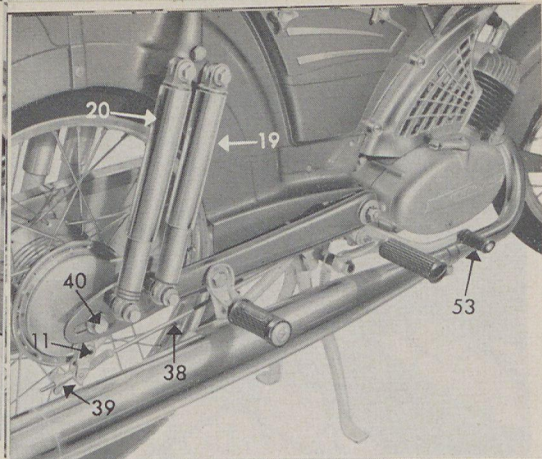
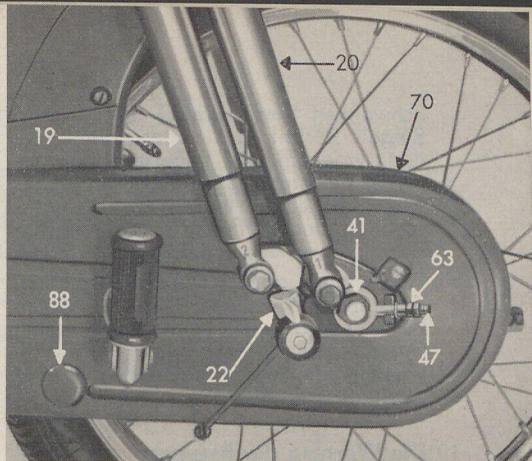

Bild 10
Bild 11
7. Der Aus- und Einbau des Hinterrades (Bild 10)
- b) Lösen der Verbindung zwischen Bremshebel und Gestänge 38 durch Losschrauben der Flügelmutter 39 (Bild 10) und Zurückziehen der Verbindungslasche
- c) Lösen der Steckachse 40 (Bild 10) auf der rechten Fahrzeugseite
Nach erfolgtem Zusammenbau muß die Steckachse 40 wieder fest angezogen werden. Die Mutter 11 (Bild 10), welche den Bremshebel fixiert, darf nicht gelöst werden.
Zum Nachstellen der Kette müssen die Steckachse 40 (Bild 10), die Kettenflanschnutter 41 (Bild 11) und die Kettenspannmutter bzw. Kontermutter 63 am Kettenspanner 47 (Bild 11) gelöst werden.
Die Kette wird nun durch Rechtsdrehen der vorderen Kettenspannmutter 63 (Bild 11) gespannt, bis der richtige Durchhang (ca. 1 cm) erreicht ist. Nach beendeter Einstellung sind die Kettenspannmutter bzw. Kontermutter 63 wieder zu kontern sowie Mutter 41 (Bild 11) und Steckachse 40 wieder fest anzuziehen.
Im Kettenkasten ist ein mit einem Gummistopfen 88 verschlossenes Schauloch angebracht. Es dient zum Nachprüfen der Kettenspannung (s. Bild 11).
Schwenken des rechten und linken Riegels 22 (Bild 11) abgeschaltet werden, wodurch die Federung bei geringer Belastung (Solo-Betrieb) weicher wird. Für Sozius-Betrieb ist das Einschalten des 2. Federbeinpaars notwendig.
Fahrzeuge ohne Durchstiegrahmen, d. h. mit Sportrahmen, sind mit einem Federbeinpaar 20 und mit einem hydraulischen Dämpferpaar 19 (Bild 10) versehen. Hier erübrigt sich jede Bedienung und Wartung.
Zur Wartung der **Hinterradbremse** gehört das Abschmieren des Fußbremshebels 53 (Bild 10), wozu der Schmier-
- a) Flügelmutter 39 (Bild 10) so weit zurückdrehen, bis Hinterrad frei spielen kann
Das Bremsgestänge 38 (Bild 10) darf nicht verbogen werden!